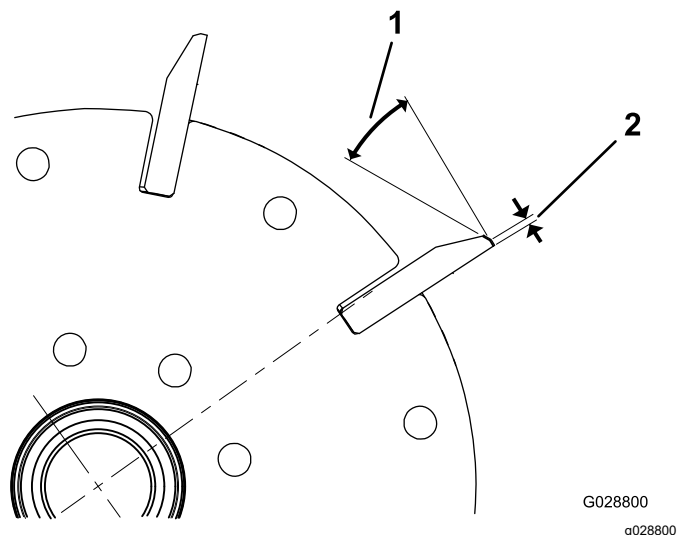

図 28
1. ランド幅が0.8 mmになるまで、すべてのリールブレードに30°のリリーフグラインドを適用する 図 28。